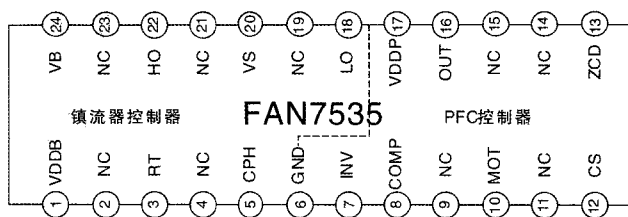

图1 FAN7535引脚排列
FAN7535采用24引脚SOP封装, 引脚排列如图1所示。在图1中, 左半部分为PFC控制器, 右半部分为镇流器控制器; ⑦脚为接地端, 为两个控制器公用。除了接地端外, 每个控制器的有效引脚均为7个, 功能如附表所示。